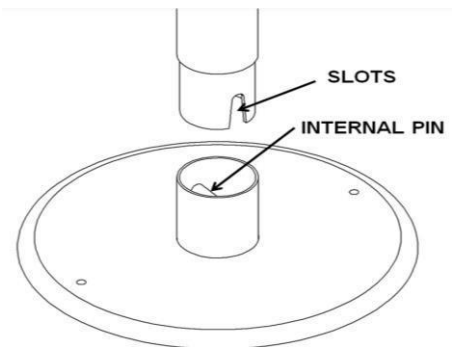

FIGURA 1
5. Para un techo de 8 pies, alinee el orificio del tubo de extensión (ARTÍCULO-2) marcado como "Orificio de altura de 8 pies" (como se muestra en la Figura-1) a (ARTÍCULO-3) e inserte el pasador de horquilla y el pasador de chaveta como se hizo anteriormente en el paso 2.
6. Para un techo de 9 pies o 10 pies, alinee el Tubo de extensión (ARTÍCULO-2) con el orificio marcado como "Agujero de altura de 9 pies" o "Agujero de altura de 10 pies" (como se muestra en la Figura-1) a (ARTÍCULO-3) e inserte el pasador de horquilla y el pasador de chaveta como anteriormente hecho en el paso 2.
7. Conecte la placa base (ARTÍCULO-5) al tubo de la manija (ARTÍCULO-4), como se muestra en la Figura 1, alineando las ranuras en el tubo de la manija (IT EM-4) con el pasador interno en la placa base (ARTÍCULO-5) entonces el
1. Saque todas las partes de la caja y colóquelas sobre una superficie plana como se muestra en la Figura 1.
4. El tubo de extensión (ARTÍCULO-2) tiene 3 juegos de agujeros marcados como "Agujero de altura de 8 pies", "Agujero de altura de 9 pies" y "Agujero de altura de 10 pies" (como se muestra en la Figura 1) en la Figura 1. Use el orificio de altura adecuado que corresponda a la altura del techo en el que se instalará este producto.
NOTA: Asegúrese de colocar la Arandela de plástico (ARTÍCULO 11) entre la Tuerca de ajuste (ARTÍCULO 8) y la Arandela (ARTÍCULO 9) como se muestra en la Figura 1 antes de insertar el ARTÍCULO 3 en el ARTÍCULO 4.